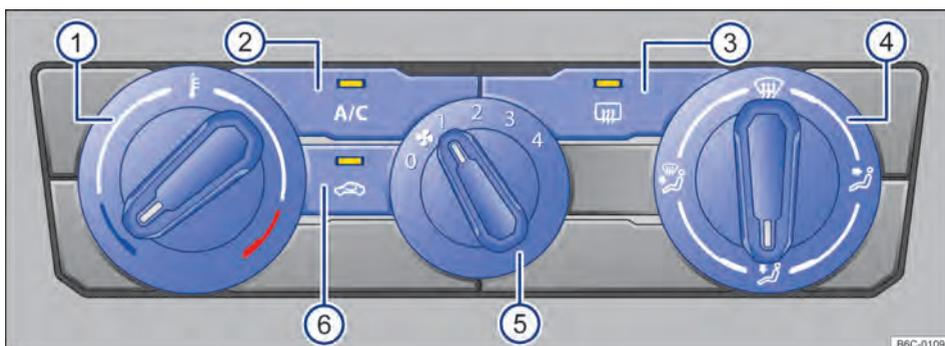

Fig. 82 Comandos do ar-condicionado.
- *Ar-condicionado*: girar o regulador do ventilador para o nível 0 → Fig. 82 (5).
- *Ar-condicionado*: pressionar o botão A/C → Fig. 82 (2) para ligar e desligar o funcionamento da refrigeração.
- *Ar-condicionado*: girar o regulador rotativo esquerdo → Fig. 82 (1).
- *Ar-condicionado*: girar o regulador do ventilador → Fig. 82 (5).
- *Ar-condicionado*: pressionar o botão ↻ → Fig. 82 (6).
- *Ar-condicionado*: girar o regulador da direita → Fig. 82 (4) para posição desejada.
- *Ar-condicionado*: girar o regulador direito para a posição  → Fig. 82 ④.
- *Ar-condicionado*: pressionar o botão  → Fig. 82 ③.